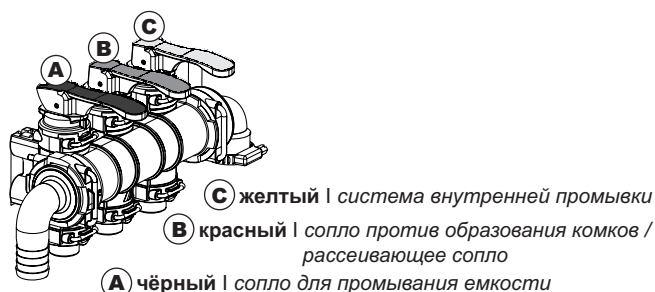

Рис. 5
- **ПРИ ЗАКРЫТОЙ КРЫШКЕ**, влейте примерно пять литров воды, поднимая **желтый рычаг (С, Рис. 5)**;
- Удерживая емкость в **НЕПОДВИЖНОМ ПОЛОЖЕНИИ**, приведите в действие сопло, поднимая **черный рычаг (А, Рис. 5 + Рис. 6b)** и запуская процедуру мойки емкости.
- Снова поднимите **желтый рычаг С** (Рис. 5) чтобы добавить воду для правильного предварительного смешивания.
- Опустите **желтый рычаг С** (Рис. 5).
**Поднимите все три рычага (А, В и С, Рис. 5):** таким образом заработают все распылители для промывки внутренних стенок.
После этого перекройте поступление воды в смеситель, опуская **все три рычага (А, В и С, Рис. 5).**